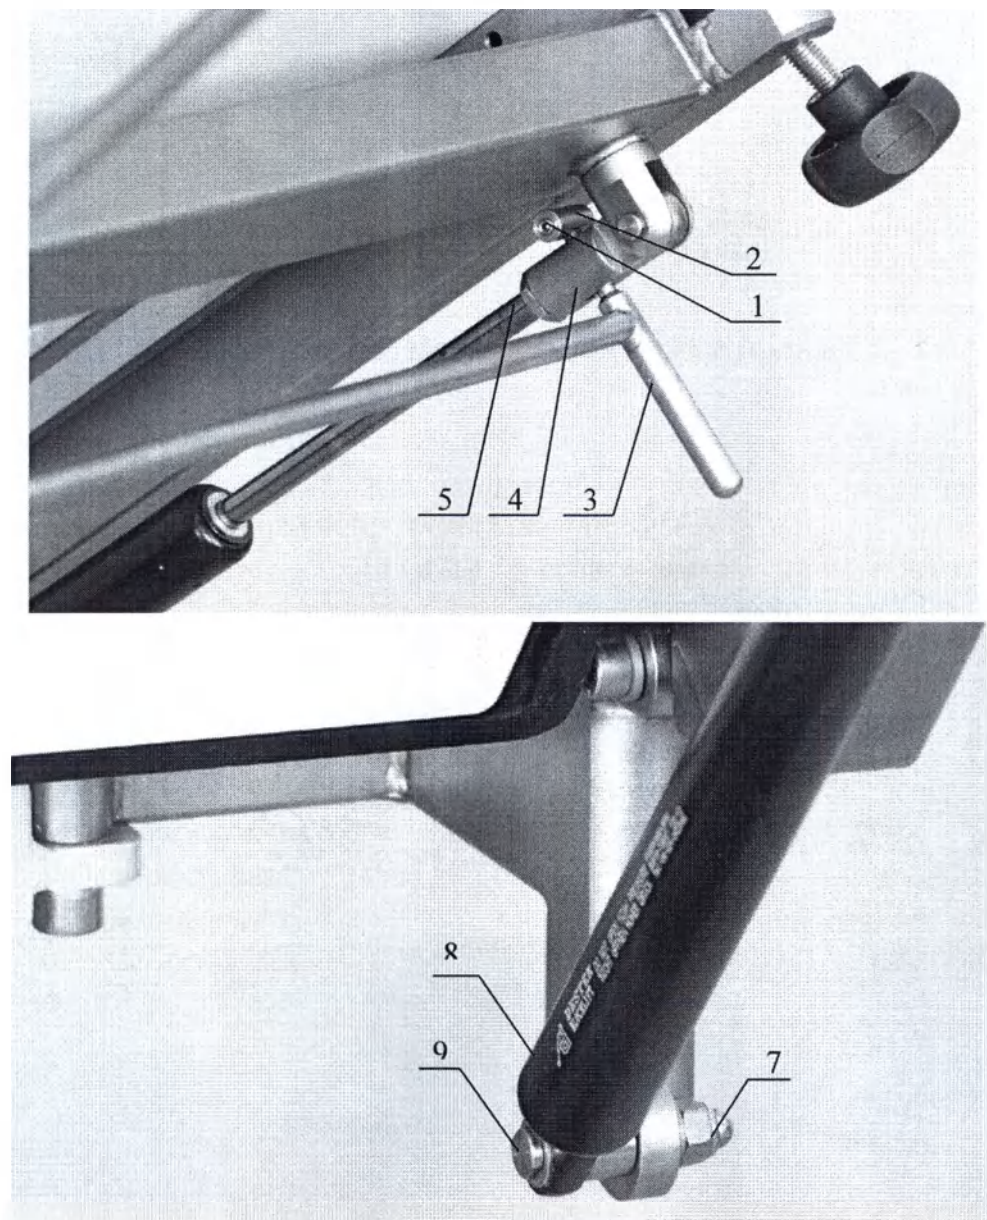

Рисунок 11. Замена газовых пружин
- 12.2.1. Отверните винты 1 (Рисунок 11) и втулки 2 – 2 шт.